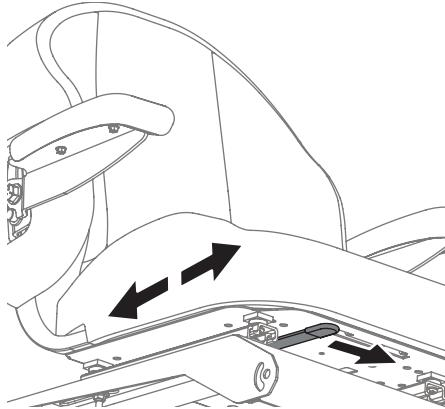

Figura 18
3. Suelte la palanca de ajuste. Asegúrese de que el asiento esté fijo en su posición antes de operar el tractor (Figura 18).